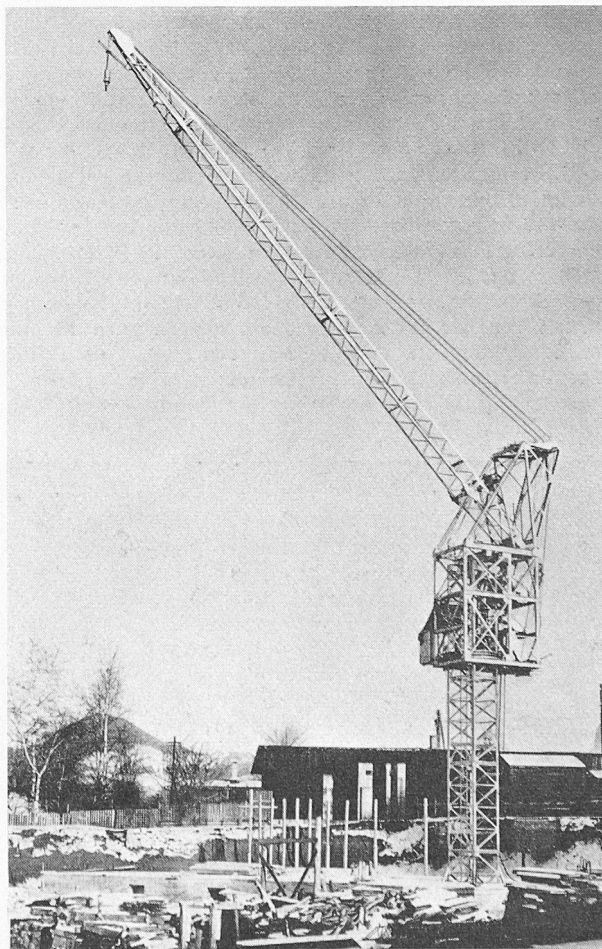

Bild 7. Kletterturm drehkran *Schwing KTK 28 W* mit Wippausleger
Bei der Ueberflutung zweier Schalenräume soll die Schwimmfähigkeit des vollbeladenen Schiffs noch voll gewahrt bleiben. Um diese Forderung zu erfüllen, ist die Schale der «Romanshorn» in 13 Räume unterteilt. Bild 7 zeigt einige der extremsten Schwimmlagen, die sich bei der Ueberflutung zweier benachbarter Räume des vollbeladenen Schiffs ergeben. Die Stabilität ist noch gut; in einzelnen Fällen ist die metazentrische Höhe sogar noch grösser als in der Normal-lage.
*Hochhauskletterkrane* sind die jüngsten Kinder der Baukranproduktion und sind für den Hochhausbau in Stahlbetonskelett-Bauweise, wie dieser in der Schweiz besonders gepflegt wird, unbedingt erforderlich. Gleich drei Erzeugnisse wurden gezeigt: *Hilgers-Vögele* Typ SK 25 N, *Liebherr* 25 HGS, *Schwing* KTK 28 W (Bild 7), der erstgenannte mit Laufkatzenausleger, die beiden anderen mit Wippausleger. Alle drei Fabrikate sind auch als gleisfahrbare Turmdrehkrane verwendbar. Die konstruktive Neuheit ist die Anlenkung des Wippauslegers hinter dem Mast, im rückwärtigen Teil der drehbaren Kopfglocke. Hierdurch gibt es fast keinen unerreichbaren Innenkreis, und die Selbstmontage ist möglich. Beim *Kletterturmdrehkran Schwing* KTK 28 W bleibt der Lastweg bei Auslegerverstellung infolge spezieller Seilführung horizontal, was die Förderleistung vergrössert, die Kranführung vereinfacht bzw. die Sicherheit erhöht. Beachtenswert bei diesem Kran ist auch der Klettervorgang, bei dem auf die Umsetzung der 3 m langen Turmelemente verzichtet wird, und der am Modell wie folgt demonstriert wurde: Von der dritten Geschossdecke an wird der nun unverändert bleibende und den Baukörper stets um 12 m überragende Kran mit einer besonderen Winde über einen Flaschenzug im Mastinnern um ein Geschoss weitergehoben.